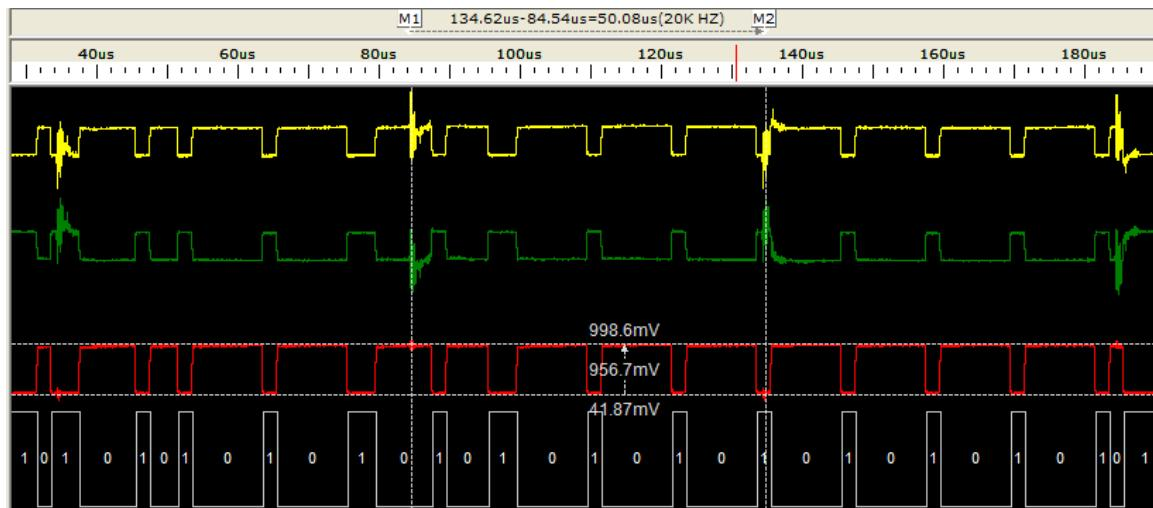

图 7.5 周期性脉冲干扰
3. 如果是周期脉冲性干扰，在 FFT 变化后，由于不是正弦的信号，所以大部分能量还是集中在 0HZ，所以这个情况下需要人工进行测量。如图 7.5 所示。